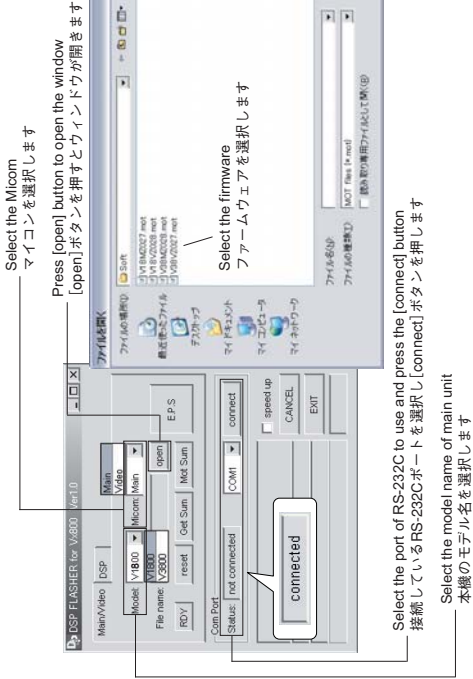

Fig. 6
- 3. Select the model name of the receiver, the Micom, Com Port and file. (Fig. 6)
- 3. レシーバのモデル名、マイコン、ポート、ファイルを選択します。(Fig. 6)